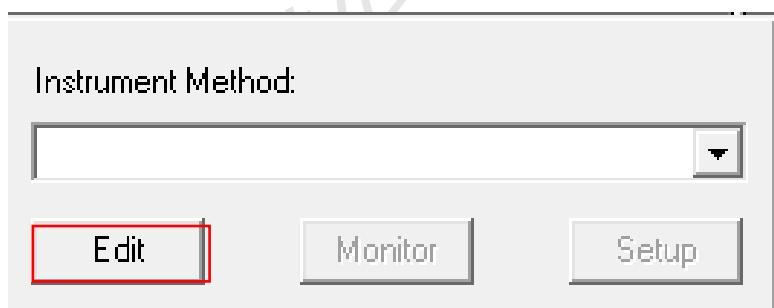

图6-21
6.5.6.1. 如图 6-21, 在 Run sample 界面, 找到 Instrument Method 小窗, 双击 Edit。